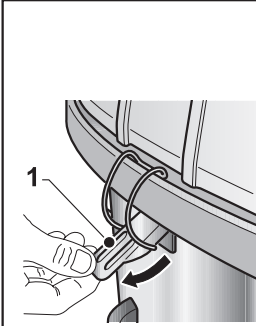
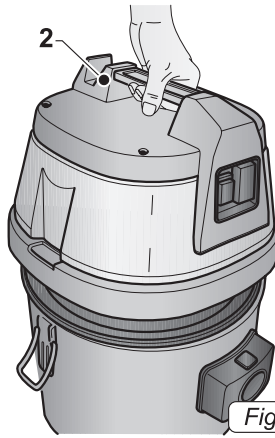

Fig. 1
Fig. 2
- Открыть защелки (1 Рис. 1) и снять крышку (2 Рис. 2) вместе с двигателем.
- Снова установить крышку, зафиксировав ее с помощью защелок (1 Рис. 1).
- Освободите рычаг (1 Рис. 1) и снимите верхнюю часть (2 Рис. 2) вместе с двигателем.